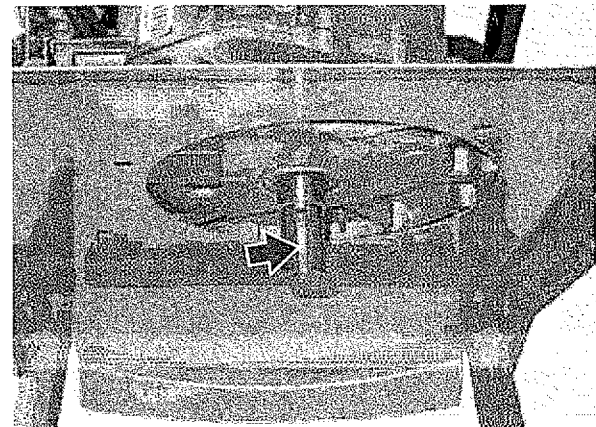

Figura 75 – Chaveta y chavetero de cigüeñal
4. Inspeccione la chaveta y el chavetero del cigüeñal (Ver Figura 75).